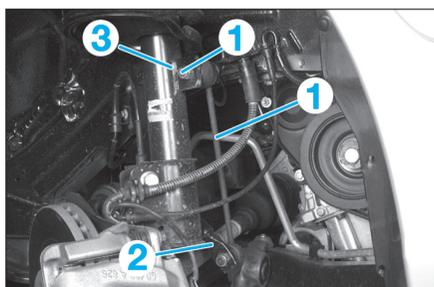

Fig. 3
- Désaccoupler la biellette (1) de barre stabilisatrice (2) sur le corps d'amortisseur (3) (Fig.3).